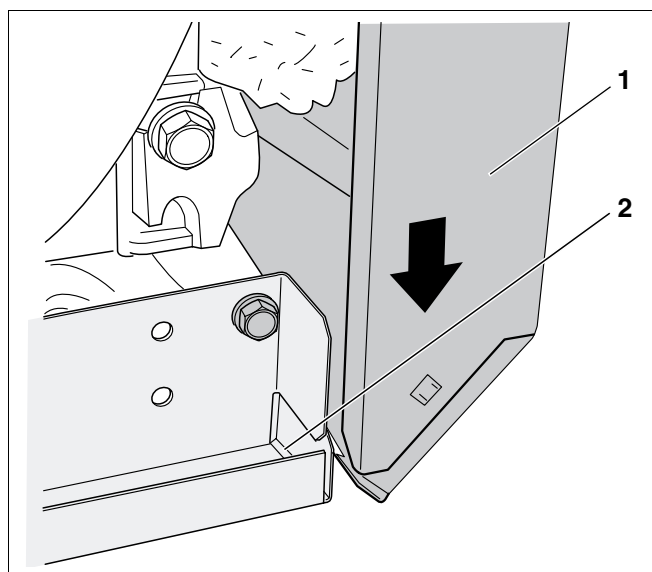

Fig. 46 Peretele lateral din față se împinge în jos.
- Peretele lateral (Fig. 46, **Poz. 1**) se împinge în locașul situat în cantul (Fig. 46, **Poz. 2**) traverselor inferioare.